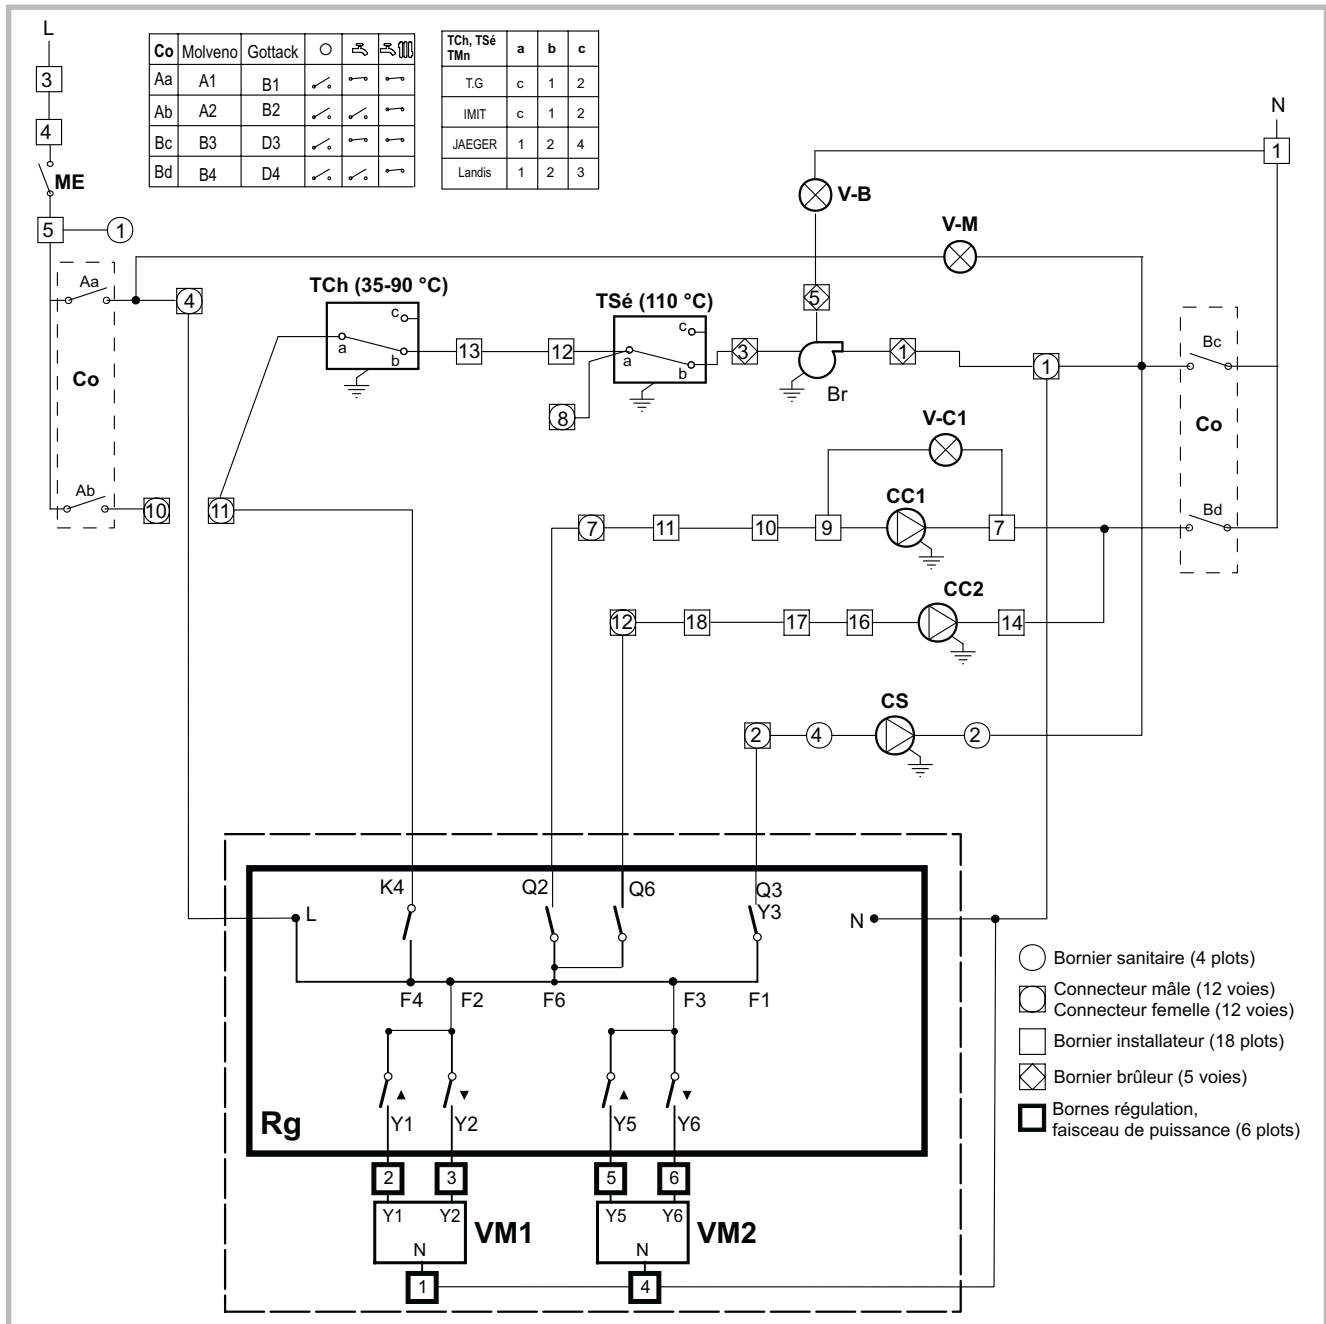

Figure 31 - Schéma électrique de principe
- Effectuer les raccordements suivant les schémas fig. 31 et 32.
Légende fig. 31 et 32.